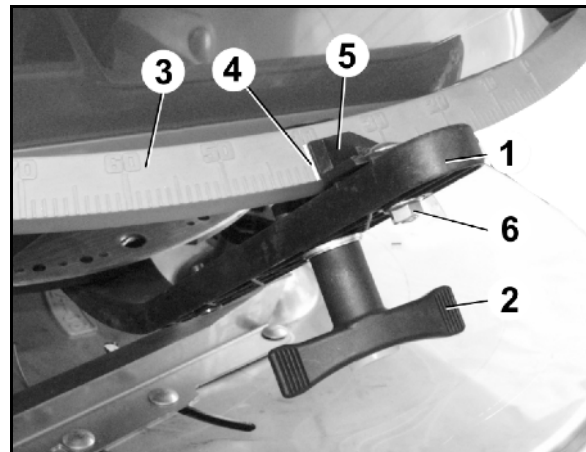

Рис. 90
2. Відкрийте заслінку дозатора за допомогою регулювального важеля (Рис. 90/1).
4. Посуньте регулювальний важіль за шкалою (Рис. 90/3) до упору в бік пальця.
5. Зафіксуйте регулювальний важіль за допомогою поворотної ручки (Рис. 90/2).
6. Послабте болт з шестигранною головкою (Рис. 90/6). Встановіть стрілку (Рис. 90/5) на значення шкали **8** і зафіксуйте болтом з шестигранною головкою. Покажчик стрілки (Рис. 90/4).